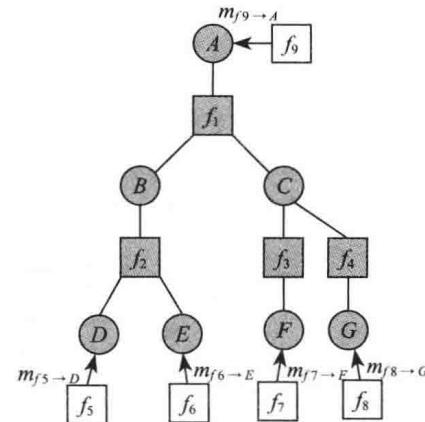

图 9-18 消息传播第一步
①从各个叶子节点往根节点传播消息。如图 9-18 所示，五个 m 都是从信道得来。比如 $m_{f9 \rightarrow A} = f_9(A) = P(A|Y_A=y_A)$